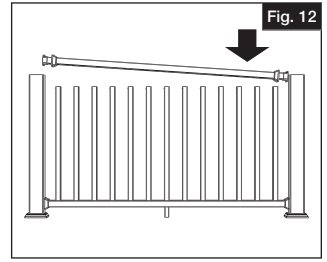

Fig. 12
- b. En commençant à une extrémité de la main courante, aligner le premier barreau sur le premier trou toupillé sur le dessous de la main courante, et enclencher le barreau dans le trou (Fig. 12).